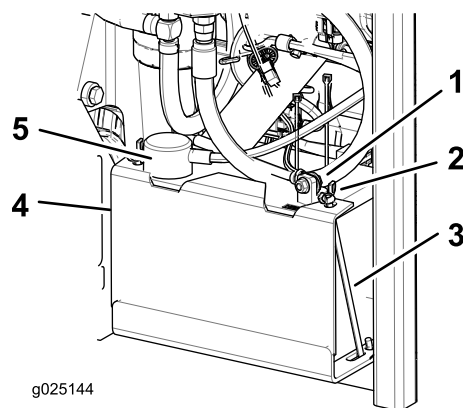

Figura 45
3. Scollegate il cavo negativo della batteria (nero) dal terminale negativo della batteria (-)(nero)(Figura 45).
4. Sfilate la guaina rossa dal morsetto positivo (rosso) della batteria e togliete il cavo positivo (+)(rosso) della batteria (Figura 45).
5. Togliete i dadi ad alette che fissano i ganci uncinati (Figura 45).
6. Togliete la fascetta (Figura 45).
1. Posizionate la batteria nel vassoio, con i poli in posizione opposta al serbatoio idraulico (Figura 45).
4. Fissate i cavi con 2 bulloni, 2 rondelle e 2 dadi di bloccaggio (Figura 45).
6. Montate la fascetta e fissatela con i dadi ad alette e i ganci uncinati (Figura 45).